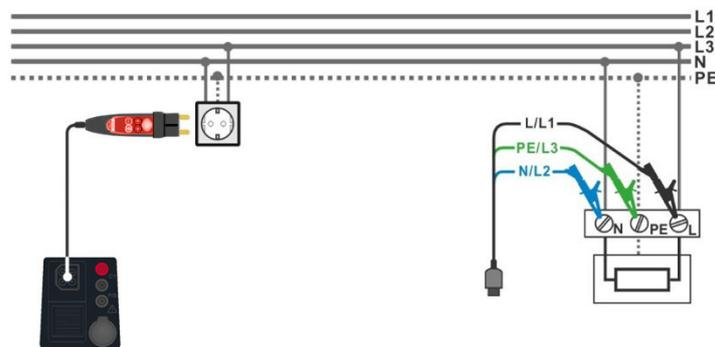

Abbildung 4.31: Anschluss des Commander-Prüfsteckers und der 3-Leiter-Prüfleitung
- Schließen Sie die 3-Leiter-Prüfleitung oder den Commander-Prüfstecker am Prüfobjekt an, siehe **Abbildung 4.31**.